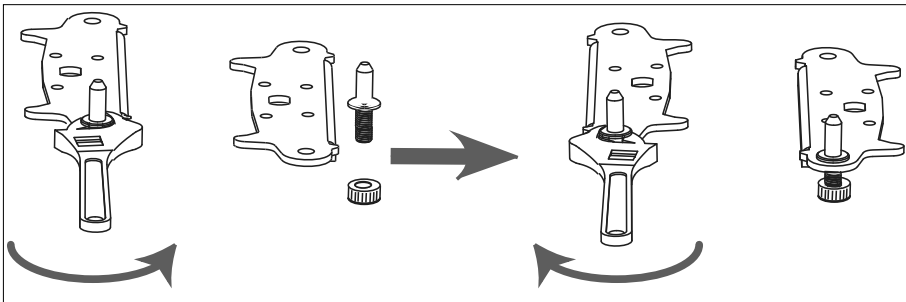

Abb. 8
Setzen Sie den Scharnierzapfen und den Stellfuß gemäß **Abb. 8** auf der Lochplatte um:
- ▶ Drehen Sie den Stellfuß (6) vom Scharnierzapfen ab.
- ▶ Schrauben Sie den Stellfuß (6) auf den Scharnierzapfen wie in **Abb. 8** dargestellt.